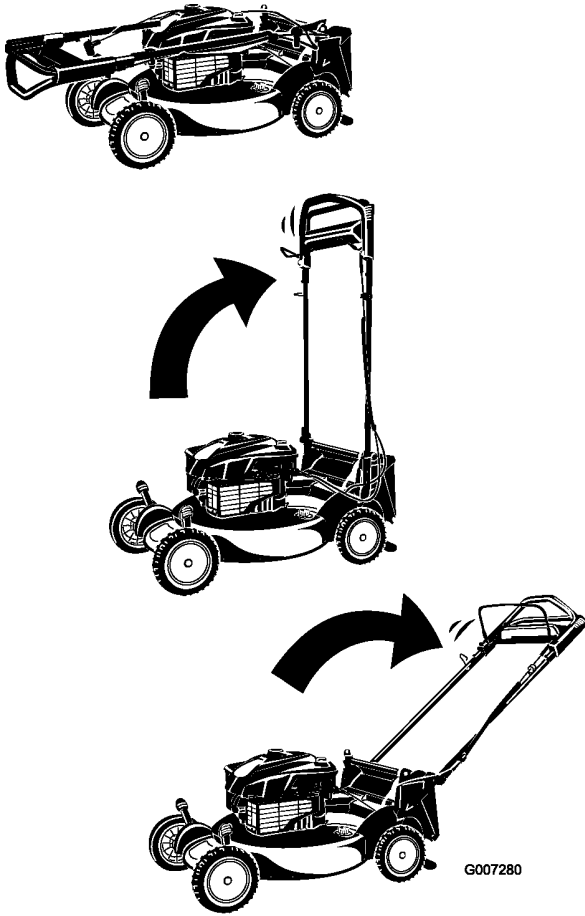

Рисунок 4
3. Поверните ручку назад (Рисунок 4).